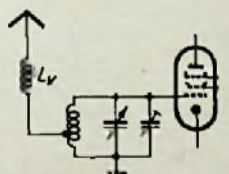

Bild 3. Induktive Antennenkopplung mit Verlängerungsspule und angezapfter Gitterspule
b) Hochinduktiver Antennenkreis mit Verlängerungsspule (Bild 3). An Stelle der magnetischen Kopplung zwischen Antennen- und Gitterspule wird auch die Abwandlung dieser Schaltung mit angezapfter Gitterspule nach Bild 3 angewendet. Die Verlängerungsspule  $L_V$  kann hierbei getrennt angeordnet werden, was bei den engen Raumverhältnissen des Autosupers einbaumäßig von Vorteil ist.